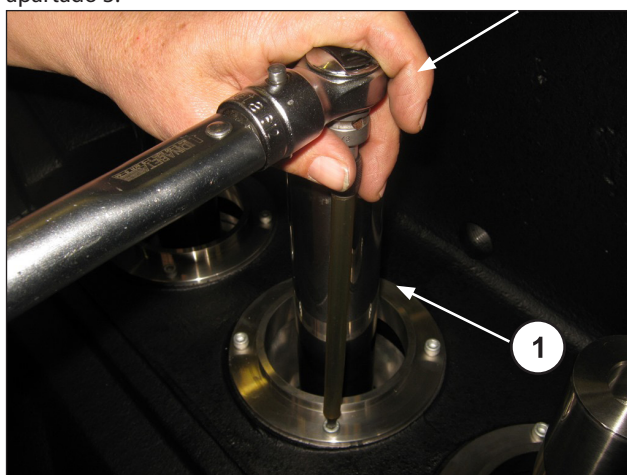

Fig. 161
Apretar los cuatro tornillos M6 (pos. ①, Fig. 161) con una llave dinamométrica aplicando el par de apriete indicado en el apartado 3.